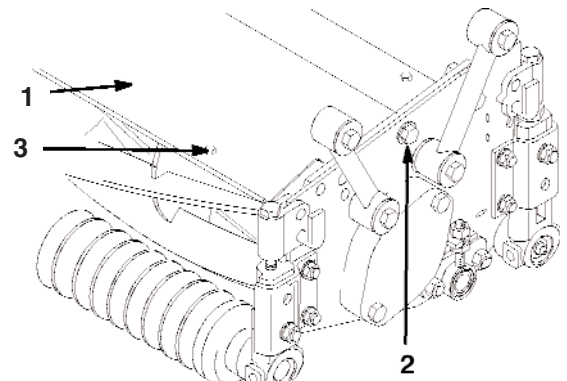

Bild 2
- Lockern Sie die Gelenkschraube, mit der das Blech an der Seitenwand befestigt wird. Verstellen Sie das Ablenkblech nach Wunsch und ziehen die Schraube wieder fest (Bild 2).